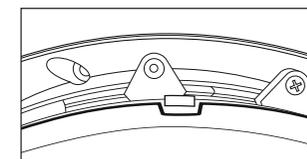

Рис. 6
5.16 Закрепите прибор, после чего установите кольцо рассеивателя: совместив пазы на рассеивателе и декоративное кольцо защёлкните его на место (рис. 6).